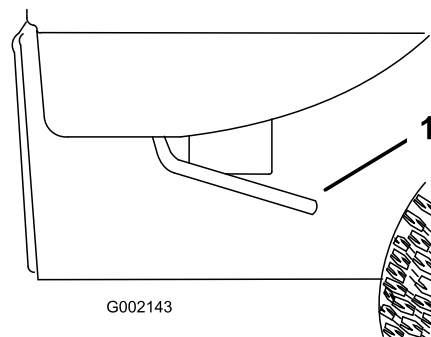

Figura 27
1. Alzate le leve ai lati del cassone e sollevatelo (Figura 27).